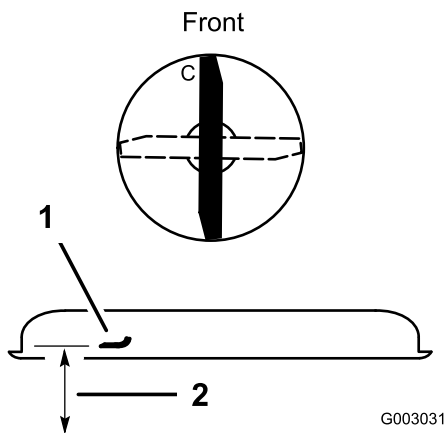

Figura 45
1. Gire la cuchilla hasta que los extremos estén orientados hacia adelante y hacia atrás (Figura 45).
2. Mida desde una superficie nivelada hasta el filo de corte, posición C, de la cuchilla (Figura 45). Anote esta dimensión.